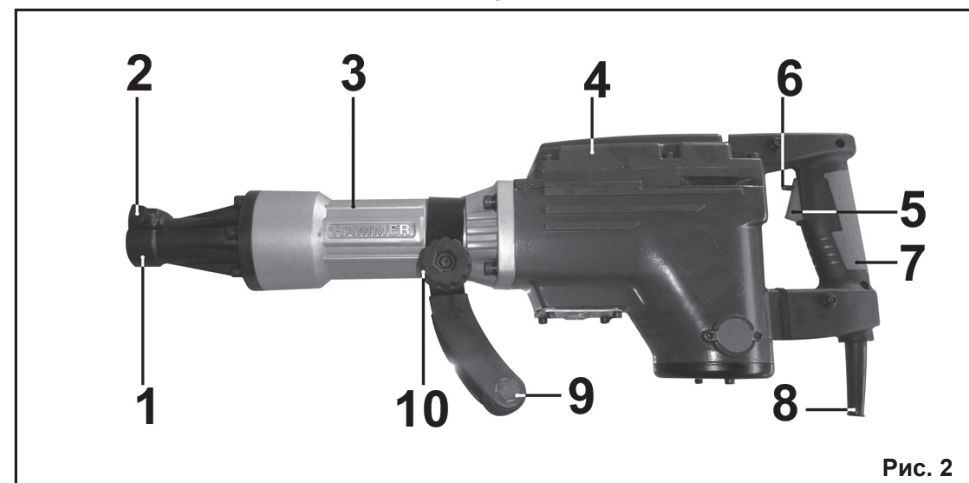

Рис. 2
6. УСТРОЙСТВО МОЛОТКА (Рис.2)
7. СБОРКА (Рис.2)